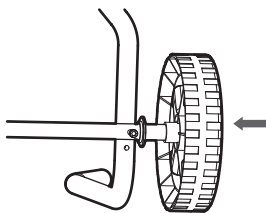

Fig.4
7. Montez les roues [2] de part et d'autre de l'essieu (Fig. 4).